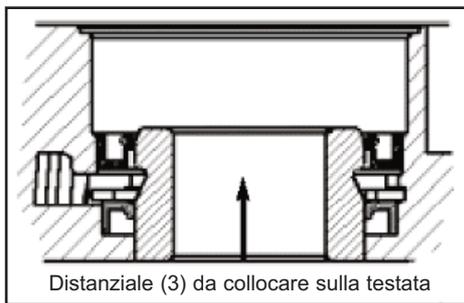

Figura 21
5. Spingere il distanziale (3) partendo dal lato del rotore e attraversando i due giunti fino a che sia allo stesso livello del lato anteriore della testata ; vedi figura 21.